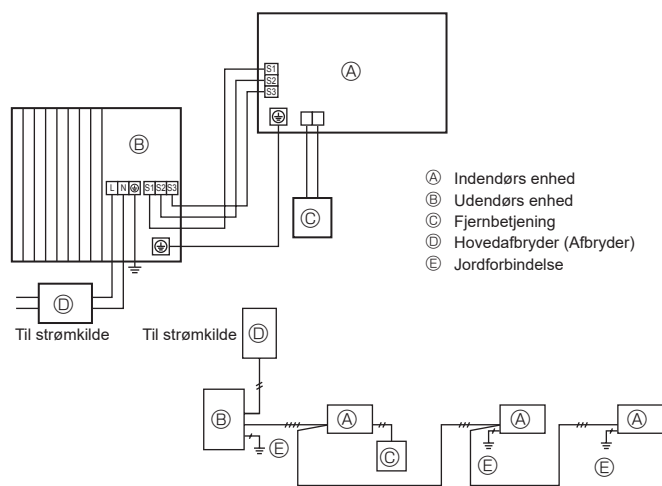
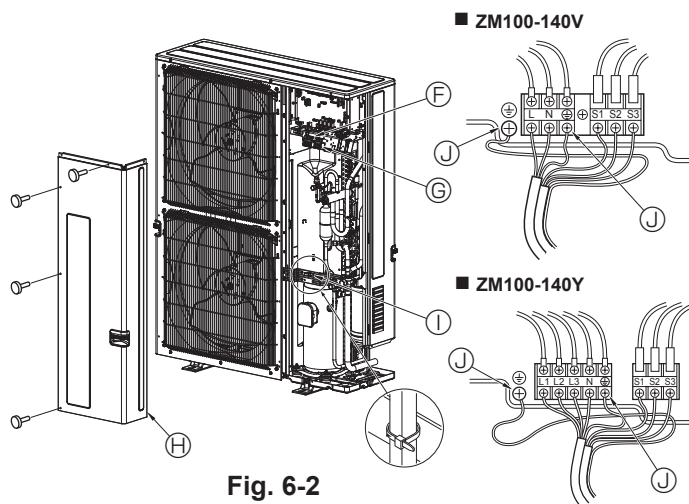

Fig. 6-1
Fig. 6-2
### 6.1. Udendørs enhed (Fig. 6-1, Fig. 6-2)
- ① Afmonter servicepanelet.
- ② Før kablerne som angivet i Fig. 6-1 og Fig. 6-2.